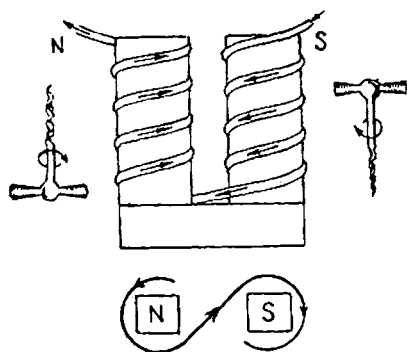

Fig. 98. — Sensul bobinării sârmei unui electromagnet
**54. Cum este construit un electromagnet.** Electromagneții se fac cu miez de fier moale și deseori în formă de potcoavă. La aceștea observăm că bobinările au sensuri diferite, așa cum se arată în fig. 98.